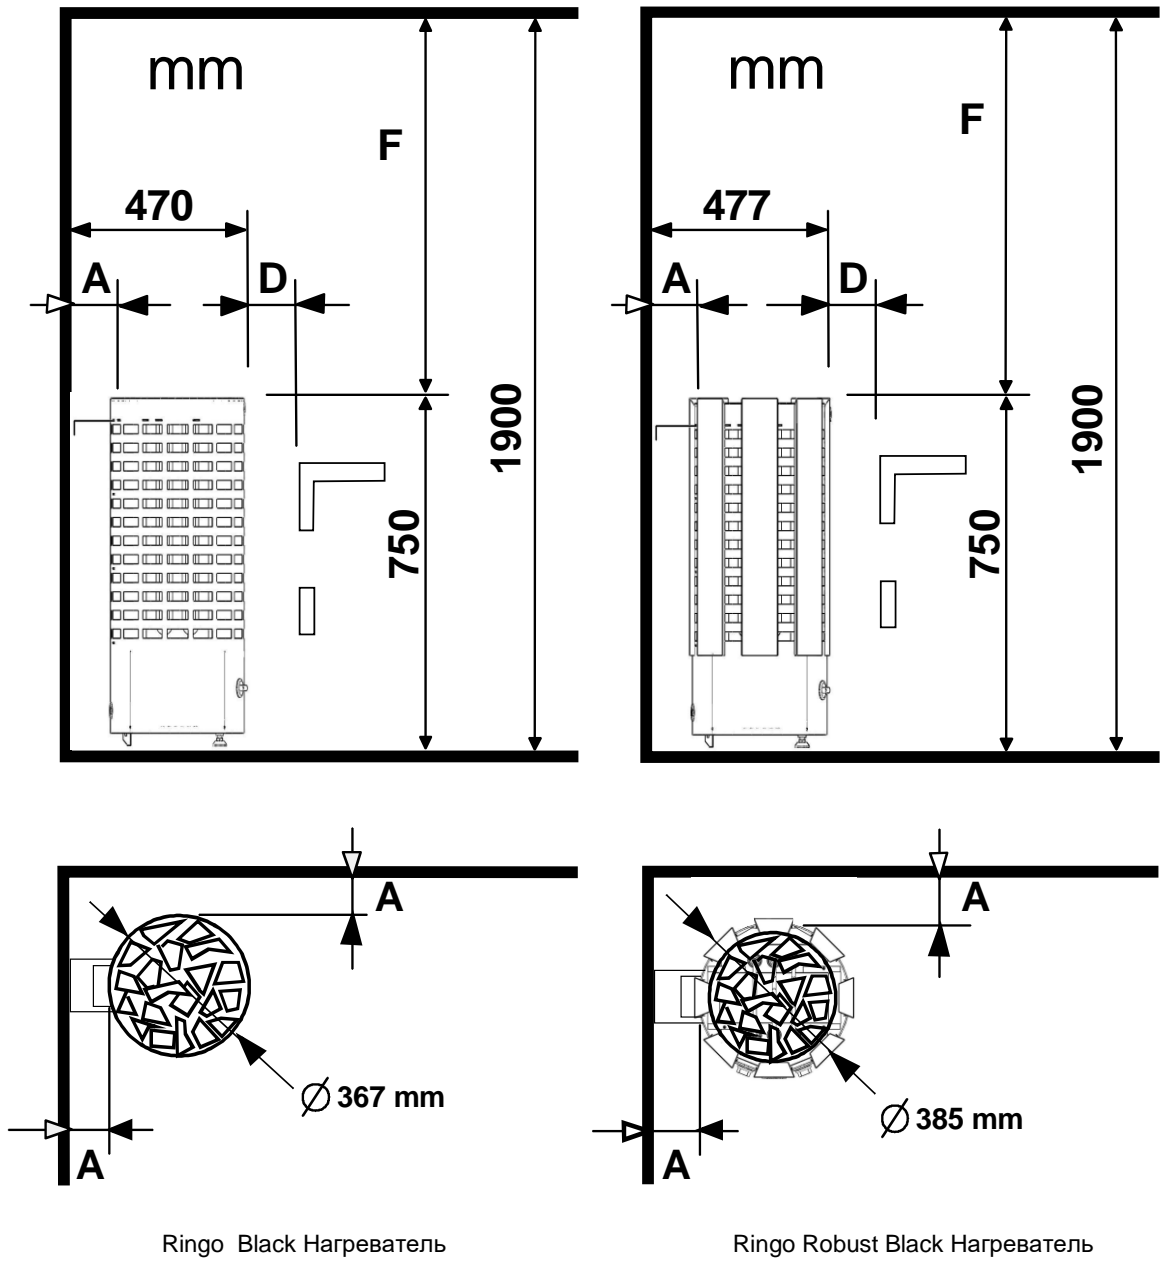

Рисунок 2. Безопасные расстояния Ringo Black и Ringo Robust Black Нагреватель
5. соблюдать установленные безопасные расстояния вокруг электрокаменки (см. рисунок 2 «Безопасные расстояния электрокаменки для сауны»). Помните, что вокруг электрокаменки должно быть достаточно пространства для проведения техобслуживания, входной двери и т.п.